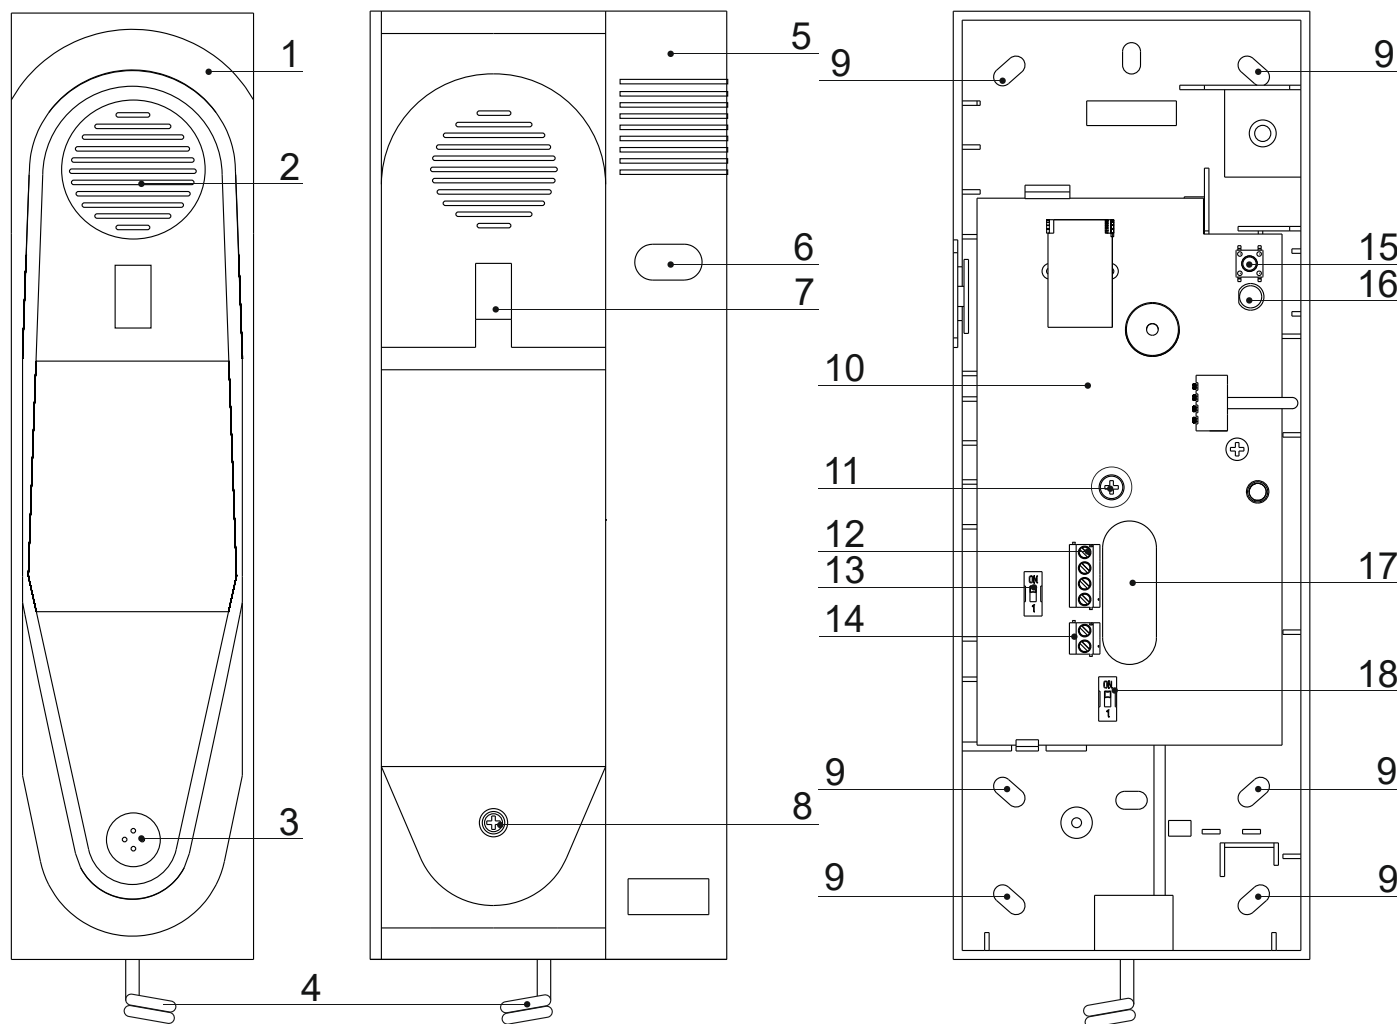

Рис. 1. Внешний вид АБУ. Вид на АБУ со снятой передней панелью.
1). Распакуйте АБУ. Проверьте АБУ на отсутствие механических повреждений. Отвинтите винт крепления передней панели АБУ (рис. 1 поз. 8.). Осторожно отделите переднюю панель корпуса (помимо винта, панель удерживается пластиковыми защелками, расположенными с правой стороны и сверху).
2). Подготовьте на стене место для установки АБУ, разметьте и просверлите установочные отверстия. (для установки на стену предназначены отверстия, показанные на рис. 1 поз. 9.).
3). Подведите линии связи к месту установки АБУ. Обратите внимание, что отверстие на корпусе АБУ, предназначенное для линий связи, расположено на задней панели АБУ (см. рис. 1 поз. 17).
5). Зачистите кабель линии связи на необходимую длину. Скрутите экранирующую оплетку и подключите ее под винт рис. 1 поз. 11.
6). Подключите к разъему XS1 (рис. 1, поз. 12) линию питания и связи с ЛБС и другими АБУ системы. При наличии на одной линии нескольких АБУ, они подключаются к линии связи с ЛБС последовательно, соединений типа «звезда» на одной линии не допускается. Схема подключения указана в приложении 1.
7). Включите согласующие резисторы у последних АБУ в каждой линии связи с ЛБС. Для включения резистора переведите переключатель SA1 (рис. 1, поз. 13) в положение «ON». Переключатель должен быть включен только у одного, последнего АБУ в каждой линии, у остальных АБУ он должен быть выключен.
8). Проконтролируйте положение переключателя SA2 (рис. 1, поз. 18), отвечающего за сброс адреса АБУ. Для нормальной работы АБУ он должен быть выключен.
9). Подключите к разъему XS2 (рис. 1, поз. 14) светозвуковое табло. Схема подключения приведена в приложении 2.
10). Аккуратно уложите провода линий связи внутри корпуса АБУ. Запрограммируйте АБУ в систему. Для программирования воспользуйтесь индикатором и кнопкой рис. 1 поз. 15 и 16.
11). Установите переднюю панель на АБУ, защелкните защелки корпуса и закрутите винт рис. 1 поз. 8.
5.1. Вызов с АБУ диспетчера: Для вызова диспетчера снимите трубку, нажмите на АБУ кнопку вызова (рис. 1 поз. 6). При этом на пульт диспетчера передается сигнал вызова, под кнопкой АБУ начинает мигать индикаторы вызова и раздается прерывистый звуковой сигнал. Кроме этого включится подключенное к АБУ светозвуковое табло.
При входящем вызове диспетчера на АБУ, под кнопкой мигает индикатор вызова и раздается прерывистый звуковой сигнал. Для ответа необходимо снять трубку и нажать кнопку вызова / ответа рис. 1 поз. 6. При ответе загорается индикатор АБУ, звук вызова прекращается (зуммер). Можно говорить и слушать диспетчера. При ответе на вызов диспетчера ИСТ не включается.
При изменении конфигурации системы или установке в систему ранее использованного АБУ, необходимо выполнить сброс его адреса на заводской (по умолчанию). После сброса адреса возможно запрограммировать АБУ в систему. Для смены адреса на заводской необходимо: выключить питание ЛБС, к которому подключено АБУ; включить на плате АБУ переключатель SA2 (рис. 1 поз. 18), после этого включить ЛБС (подать питание на АБУ). Адрес АБУ будет заменен на заводской. После этого переключатель SA2 необходимо выключить, а затем запрограммировать АБУ в систему.